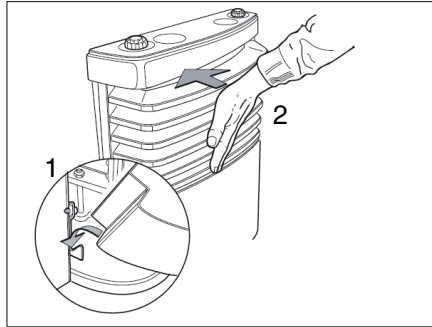

Fig. 105 Mettre en place le revêtement du chauffage
- Monter le revêtement du chauffage A cet effet, accrocher le revêtement dans les paliers inférieurs (Fig. 105,1).
- Faire basculer le revêtement jusqu'à ce que le levier de verrouillage se verrouille de manière audible (Fig. 105,2).